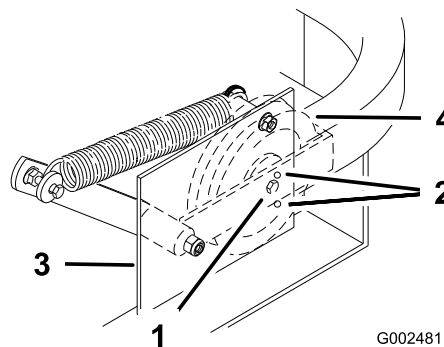

Figure 52
Important: Vérifiez que la courroie est bien en place dans les guides avant et arrière (Figure 52).
- Vérifiez la tension de la courroie. Le boulon central de la poulie de tension rappelée par ressort doit se trouver près du trou d'alignement supérieur de la plaque de support gauche (Figure 52).